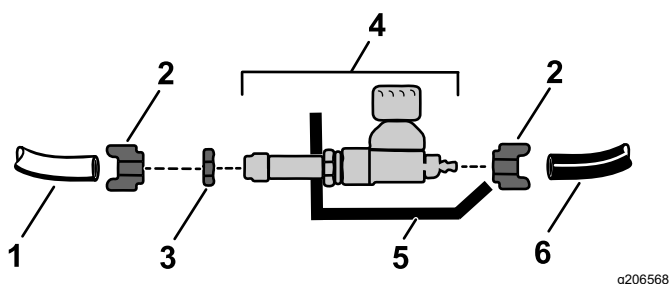

图 10
1. 从阀体上松开并拿掉压紧螺母图 10。
2. 从阀上松开并拿掉锁紧螺母图 10。
3. 用之前卸下的锁紧螺母将阀门固定到阀门安装架上图 10。
4. 将蓝色管子和白色管子插入压紧螺母图 10。
5. 拧紧压紧螺母将蓝色和白色管子固定到阀门上图 10。